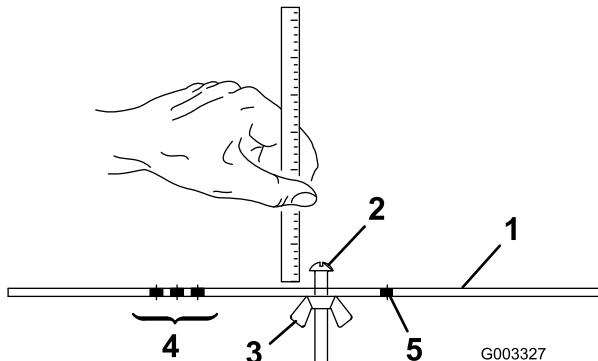

Figura 15
- Allentate il dado sulla barra di riferimento (Figura 15) e regolate la vite di regolazione secondo l'altezza di taglio desiderata. La distanza tra l'estremità inferiore della testa della vite e la parte frontale della barra corrisponde all'altezza di taglio.